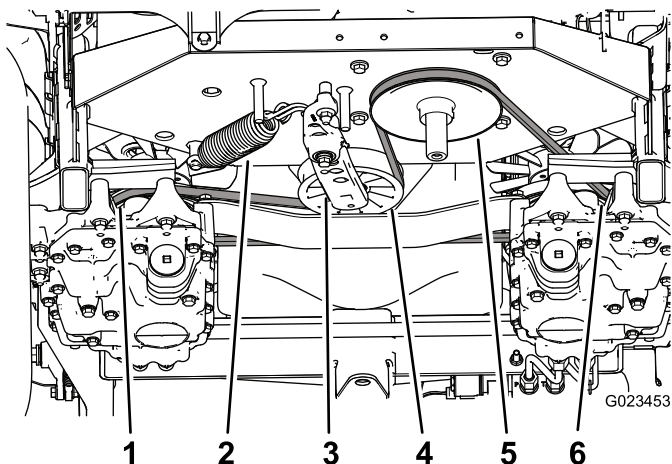

Рисунок 57
3. Вставьте ключ с храповым механизмом в квадратное отверстие рычага натяжителя, поверните в направлении, противоположном действию пружины натяжителя ремня (Рисунок 57), и снимите ремень с натяжного ролика.
4. Снимите крюк пружины натяжителя с рычага натяжителя и рамы (Рисунок 57).
9. Установите пружину на рычаг натяжителя и раму (Рисунок 57).